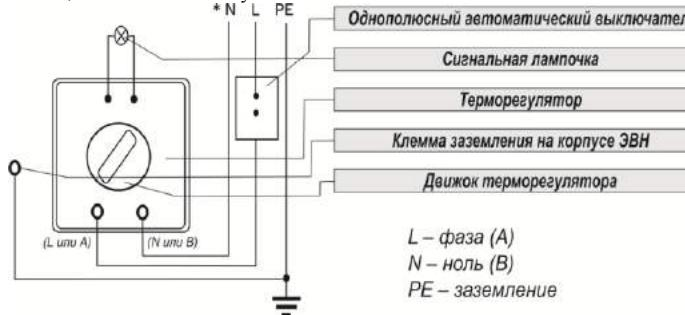

Рис. 7. Схема электрическая
В цепь электропитания необходимо установить автоматический выключатель с током отсечки, равным 10А для ЭВН мощностью от 1,6 кВт до 2,5 кВт. Подключение моделей E-Series, O'Pro, EGO, Round, O'Pro + (рис. 7, 8) и моделей D4 – снимите защитную крышку ЭВН;
Подключение моделей O'Pro (PC) (рис. 7, 8) и Steatite (рис. 7, 9, 10, 11);